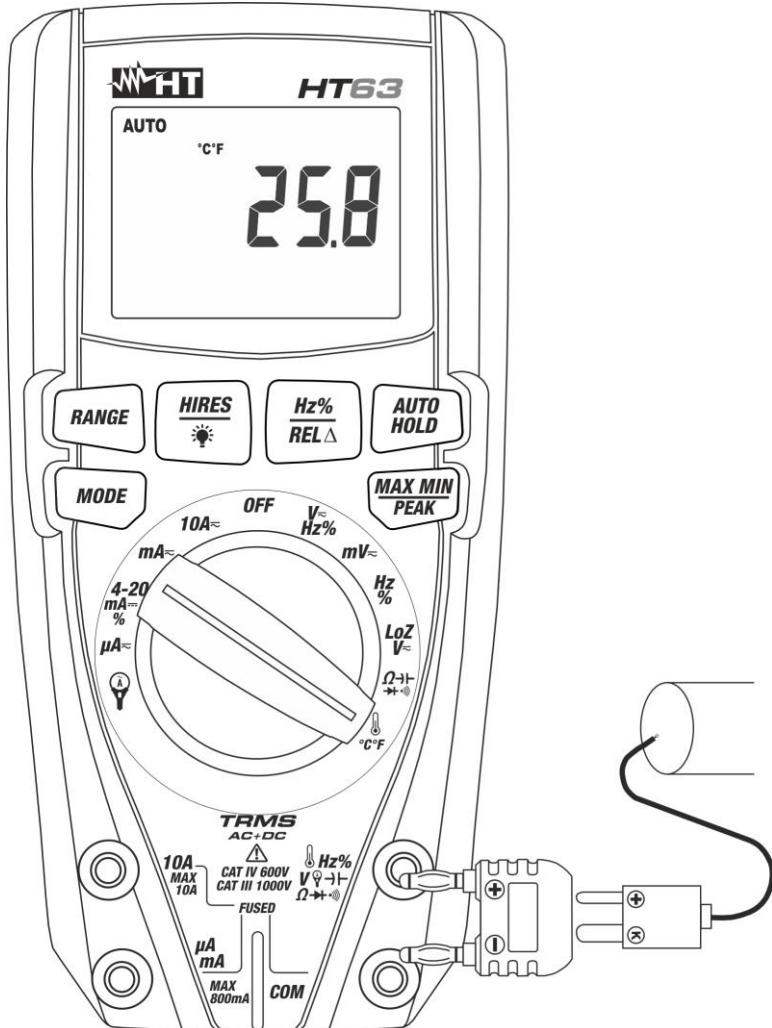

Abb. 9: Verwendung des Gerätes für Temperaturmessung
3. Verbinden Sie den mitgelieferten Adapter in die Eingangsbuchsen $\text{Hz}\% \rightarrow \text{V} \rightarrow \text{Ω} \rightarrow \cdot \cdot \cdot$ (Polarität +) und **COM** (Polarität -) (siehe Abb. 9).